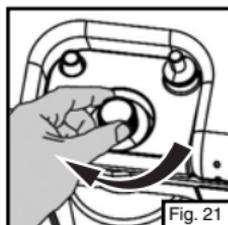

Fig. 21
- Réglez le bouton de commande à l'arrêt « OFF » (fig. 21).